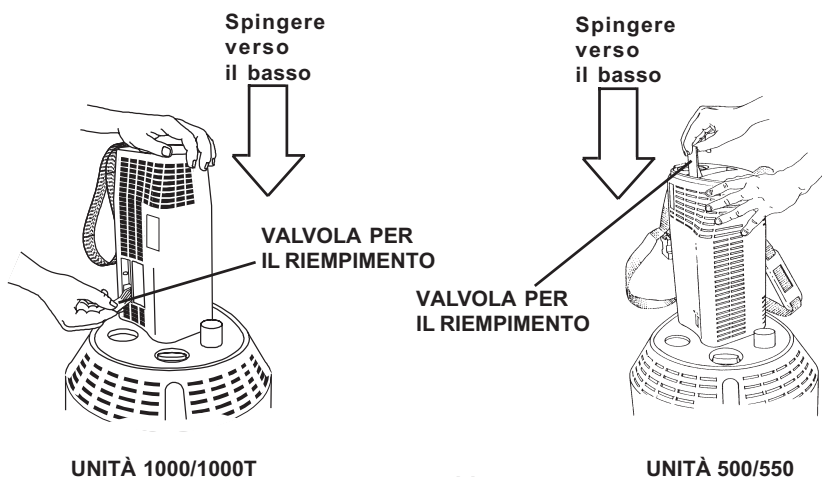

Figura 11
6. Mantentendo l'unità Portatile in posizione di riempimento, sollevare la leva della valvola per il riempimento in posizione aperta (a 90° rispetto alla posizione di chiusura). Si udirà un forte sibilo (Figura 11). **NOTA:** Annotare l'ora d'inizio del riempimento.